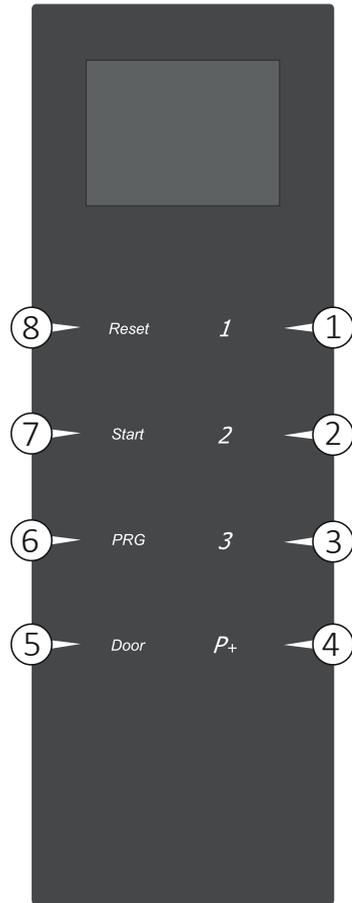

Fig. 17
Pour sélectionner les programmes disponibles, utiliser les touches P1, P2 ou P3 (voir la Fig. 17) en fonction du programme le plus approprié au niveau de saleté de la charge.
- Ouvrir la porte (touche 5 Fig. 17) pour introduire le panier.
- Fermer la porte et la pousser jusqu'à l'activation du verrouillage. Il est possible de déverrouiller la porte et de l'ouvrir avant le début du programme en appuyant sur la touche DOOR (5 Fig. 17).
Pour sélectionner les programmes disponibles, utiliser les touches P1, P2, P3 ou la touche P+ (pour sélectionner les programmes 4 à 40) sur le tableau de commande (Fig. 17).
Pour lancer un programme, appuyer sur la touche START (7 Fig. 17).
Le message «Fin» sur fond vert à l'écran indique que le programme a été exécuté correctement. Déverrouiller la porte en appuyant sur la touche DOOR (5 Fig. 17) puis l'ouvrir.
Description du tableau de commande (Fig. 17):
- 2) Quand la machine est en marche et la porte fermée, la page de sélection des programmes s'affiche. Appuyer sur la touche choisie (P1, P2 ou P3 Fig. 17) sur le tableau de commande. Pour accéder aux programmes suivants (si enregistrés), appuyer plusieurs fois sur la touche « P+ ».
- 4) Facultatif: saisir le mot de passe de l'utilisateur: utiliser les touches P1, P2, P3, Reset, Start et Prg sur le tableau de commande pour taper le mot de passe correct (voir Fig. 17 pour la description des touches).